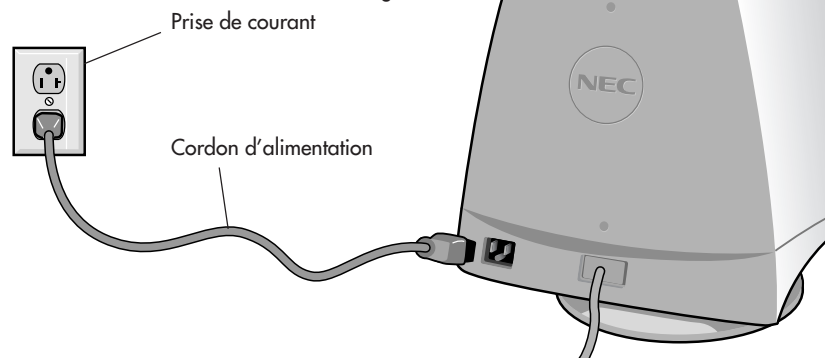

Figure C.1
**REMARQUE :** Pour obtenir un adaptateur de câble Macintosh, appeler NEC-Mitsubishi Electronics Display au (800) 820-1230.
4. Connecter une extrémité du cordon d'alimentation au moniteur AccuSync et l'autre extrémité à la prise de courant (**Figure C.1**).